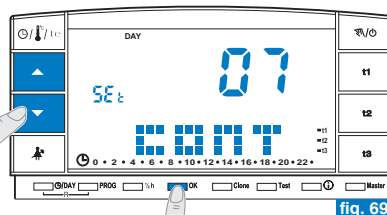
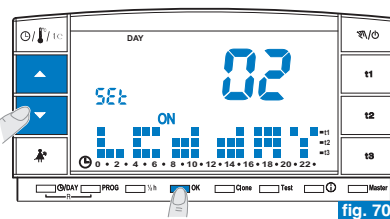
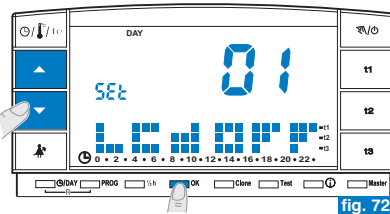

fig. 69
fig. 70
fig. 72
- Modifier la valeur de contraste sélectionnée en utilisant les touches  ; à chaque impulsion correspond une variation de 1 point (exemple sur la fig. 69).
- Sur la page-vidéo d'affichage du contraste de l'écran, (exemple en fig. 69) appuyer sur les touches ▲▼ pour visualiser le niveau "02" LCd d'AY (exemple en fig. 70).
- Sur la page-vidéo d'affichage du contraste de l'écran (exemple en fig. 69), appuyer sur les touches ▲▼ pour visualiser le niveau "01" LCd d'OFF (exemple en fig. 72).